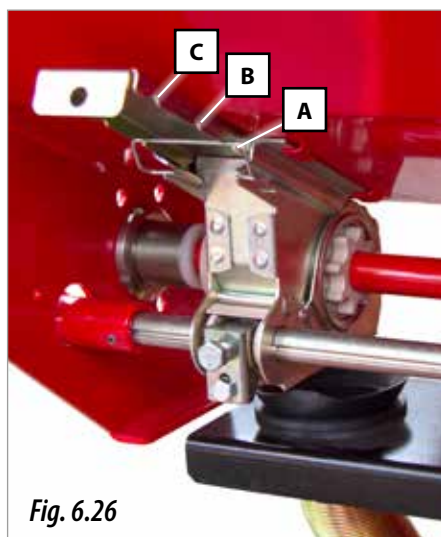

Fig. 6.26
- **OUVERTE** (A, Fig. 6.26) : ouverture pour GRANDES SEMENCES.
- **MOYENNE** (B, Fig 6.26) : ouverture pour PETITES SEMENCES.
- **FERMÉE** (C, Fig. 6.26) : ferme le passage des semences vers le doseur